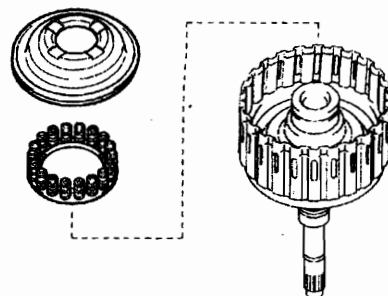

图 12-1-131
②如图 12-1-131 所示, 从输入轴总成上拆下 1 号离合器平衡器和前进挡离合器回位弹簧。